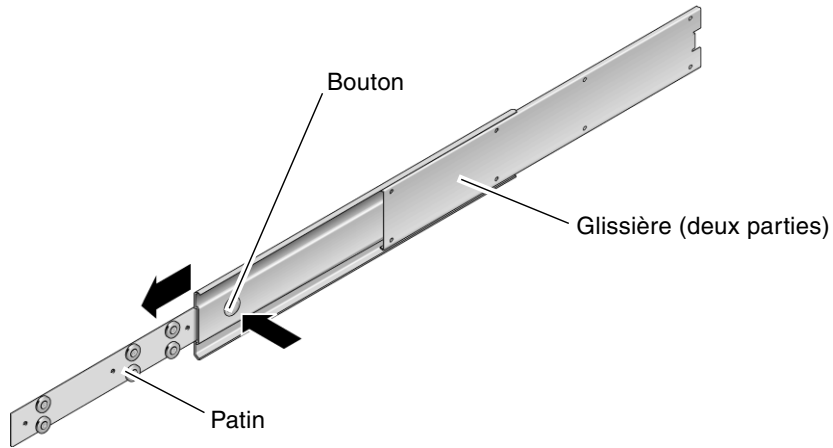

FIGURE 3-8 Démontage de la glissière
- 4. Appuyez sur le bouton de chaque glissière et retirez complètement le patin de la glissière (FIGURE 3-8).**